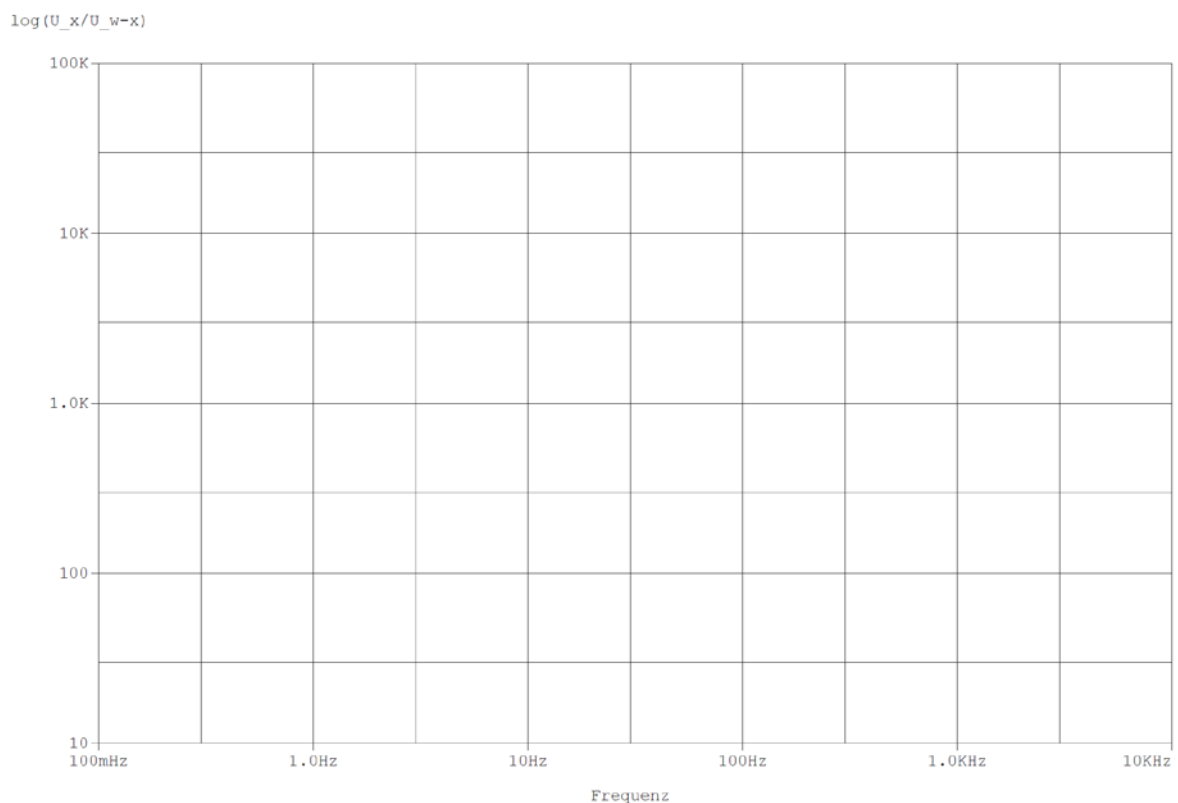

Abb. 5: Frequenzgang des PID-Reglers
- 6) Zeichne qualitativ den Frequenzgang des Reglers unter Berücksichtigung der ermittelten Bauelemente in **Abb. 5**.